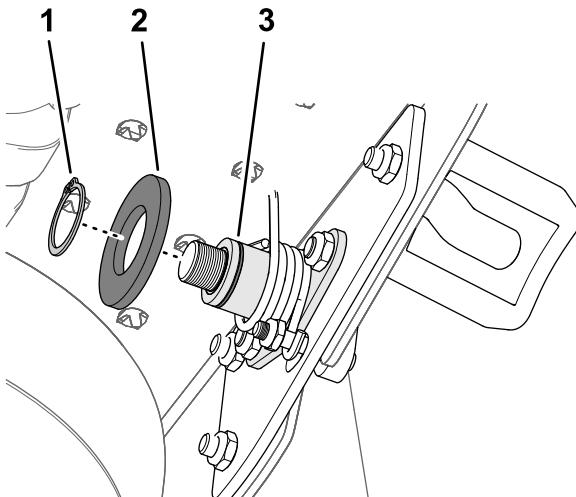

Рисунок 14
13. Прикрепите торсионную пружину к плите с втулками с помощью плоской шайбы (1 1/8 x 2 дюйма) и стопорного кольца (Рисунок 14).